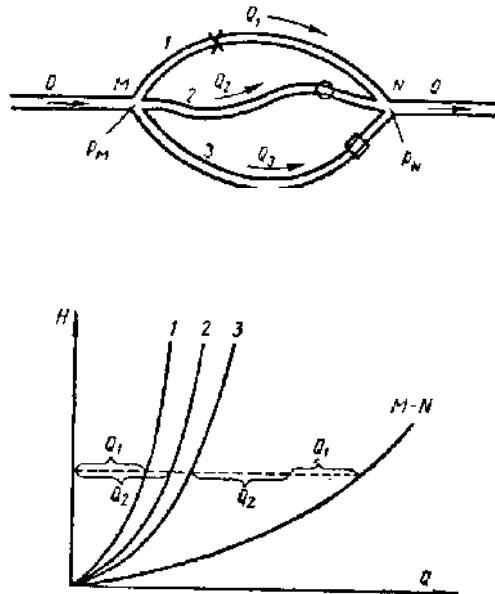

Figure 2.5- Caractéristique d'une conduite multiple.
- **Conduites multiples**: Dans ce cas (Fig.2.5), le débit principal sera égal à la somme des débits dans les différents tronçons et les pertes de charge dans des tuyaux reliés en parallèle sont égales entre elles.